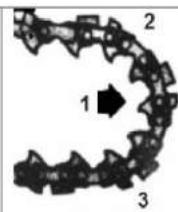

Fig. PP4
3. Placer la chaîne autour des pignons et aligner la chaîne sur la roue dentée. Assurez-vous que les dents de coupe de la chaîne sont correctement orientées. (Fig. PP4)